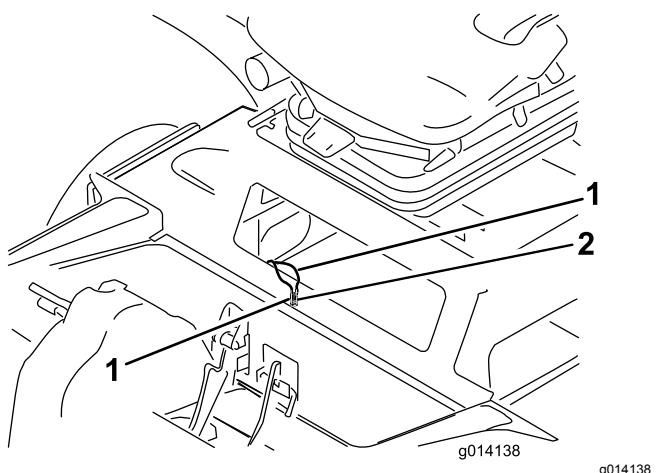

図 58
3. 内部にカウンタバランス用のジャンパ・ワイヤキャップのついた配線があるのでそれを探し出す図 58。